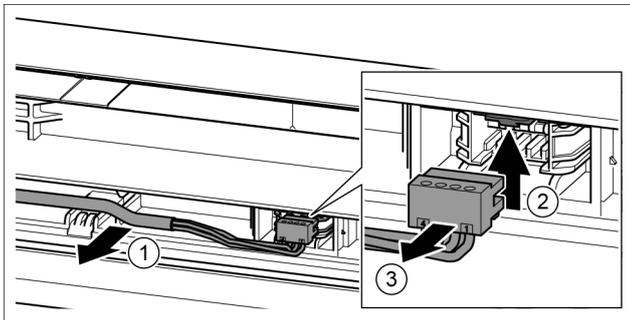

Fig. 19
- ▶ Facendo attenzione staccare il cavo grigio dalla guida nella porta. Fig. 19 (1)
- ▶ Spingere la linguetta verso l'alto. Fig. 19 (2)
- ▶ Estrarre con attenzione la spina. Fig. 19 (3)